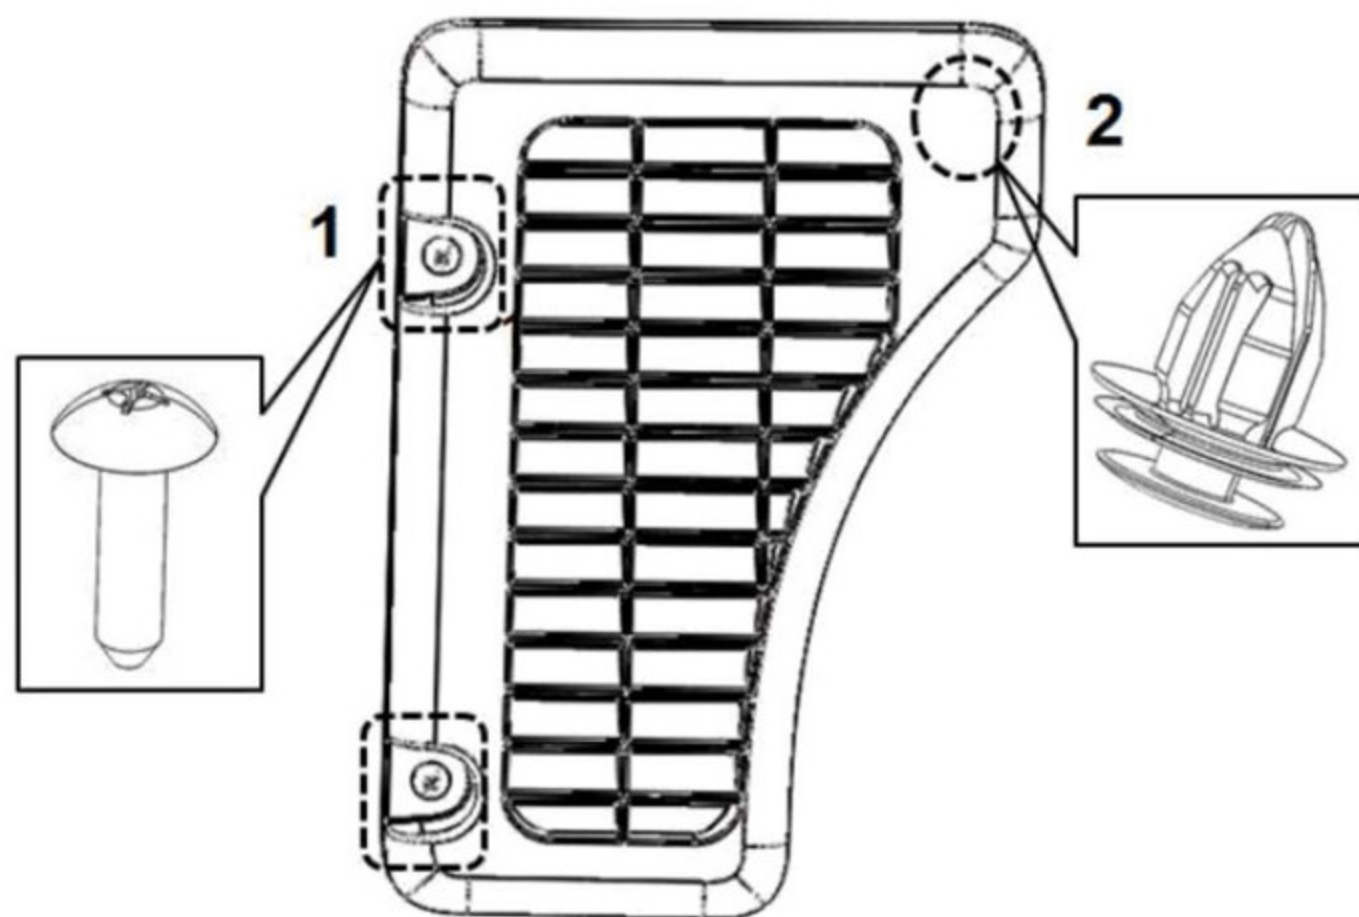

图1.8.6.1 左后通风口内板的拆卸
- (1) 使用缠有保护胶带的十字螺丝刀拧下图1.8.6.1左后通风口内板的拆卸所示的自攻钉处，共2个。